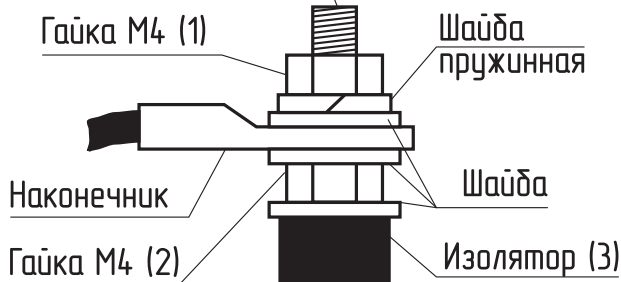

Рис.12 Присоединение проводов к выводам блок ТЭН
- Подключить фазные провода к выводам блок ТЭН согласно **Рис.12**;
- При замене блок ТЭН присоединение фазных проводов к выводам блок ТЭН производить согласно **Рис.12**. Сечение кабеля указано в **таблице 1 и 2**;
- Провод нейтрالي «N» подключить на перемычку блока ТЭН (**Рис.12**).